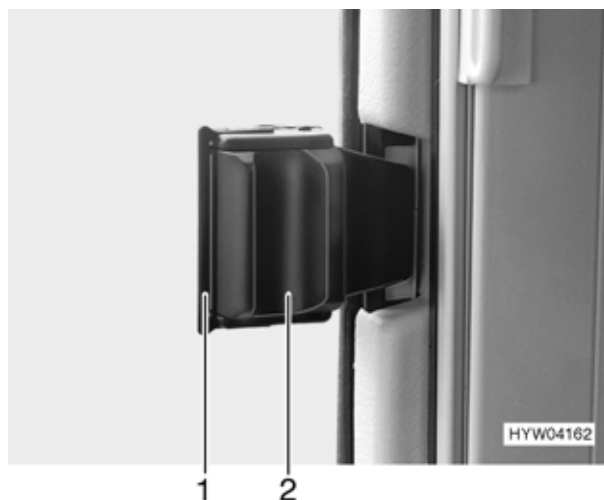

Fig. 38 Finestra scorrevole
- Tirare in avanti il bloccaggio (Fig. 38,1).
- Schiacciare la maniglia (Fig. 38,2) e contemporaneamente spingerla in avanti.